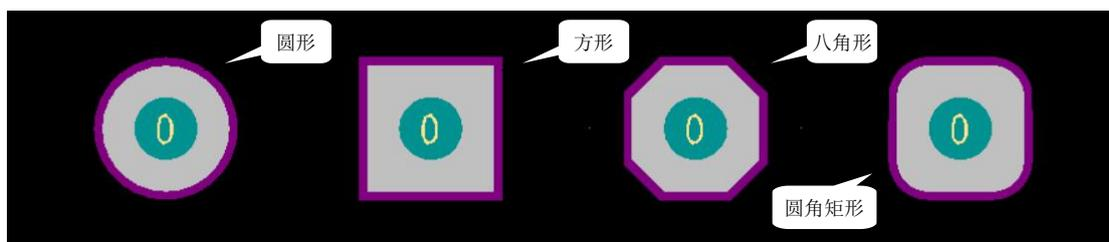

图 5-27 焊盘的形状
- **【简单的】** 简单：在该种状态下仅能设置焊盘的大小【X】【Y】坐标值，以及焊盘的形状，如图 5-27 所示，系统支持圆形、方形、八角形和圆角矩形四种焊盘形状。